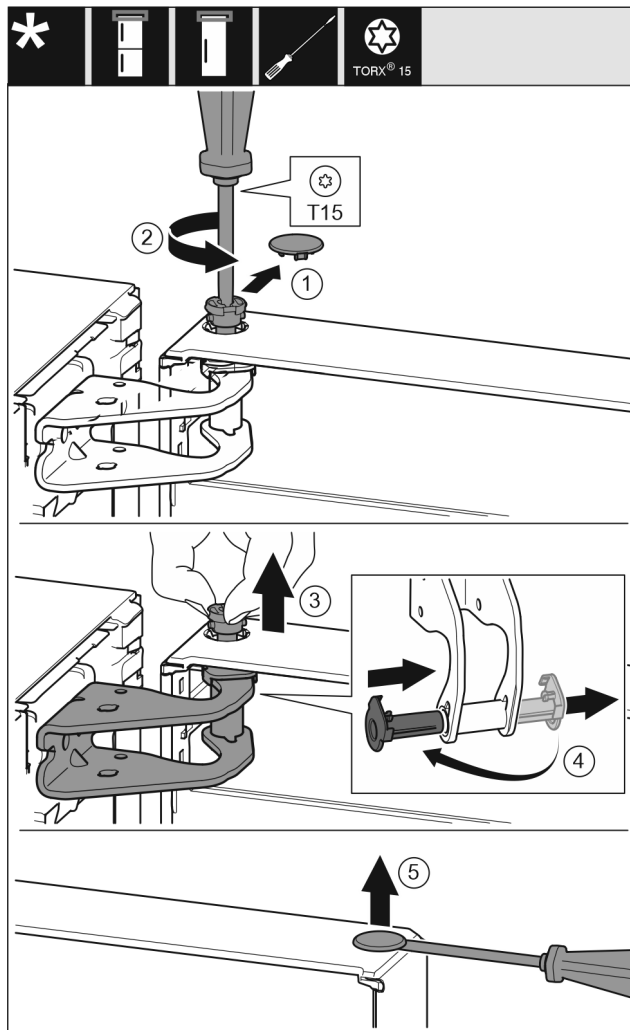

Fig. 7
- ▶ Свалете внимателно предпазния капак. Fig. 7 (1)
- ▶ С отвертка T15 отвийте малко болта. Fig. 7 (2)
- ▶ Задръжте здраво вратата и извадете болта с пръсти. Fig. 7 (3)
- ▶ Извадете лагерната втулка от водача. Поставете от другата страна и фиксирайте. Fig. 7 (4)
- ▶ С плоска отвертка внимателно повдигнете тапата от лагерната втулка на вратата и я извадете. Fig. 7 (5)